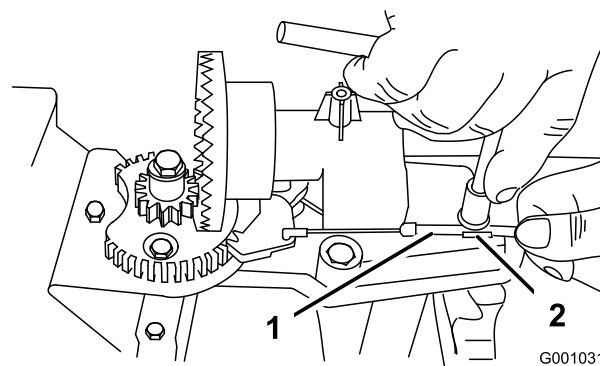
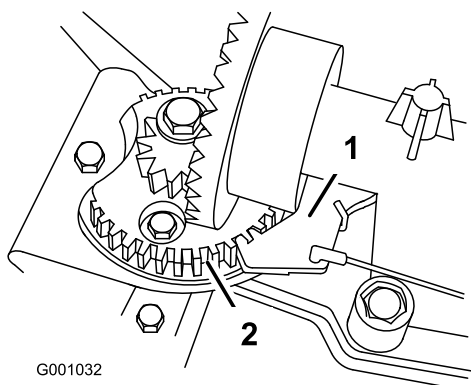

Рисунок 51
Рисунок 52
2. Ослабьте затяжку болта на хомуте кабеля (Рисунок 51).
3. Захватите кабельный трубопровод и перемещайте его по направлению к передней части машины до тех пор, пока фиксатор желоба не войдет полностью в зацепление с зубчатой передачей редуктора (Рисунок 51 и Рисунок 52).
Примечание: Фиксатор подпружинен, и под действием пружины стремится войти в зацепление с шестерней редуктора (Рисунок 52).